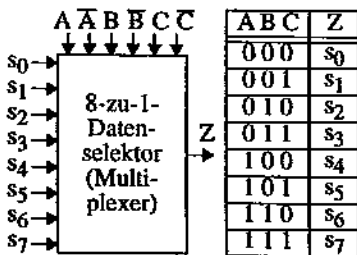

Bild 25.9: Multiplexer-Beispiel.
a) Konstruiere das farbkodierte Stickdiagramm zum Entwurf einer NMOS-Schaltung zur Realisierung des 8-zu-1-Datenselektors (Multiplexer) mit der logischen Funktion gemäß Bild 25.9